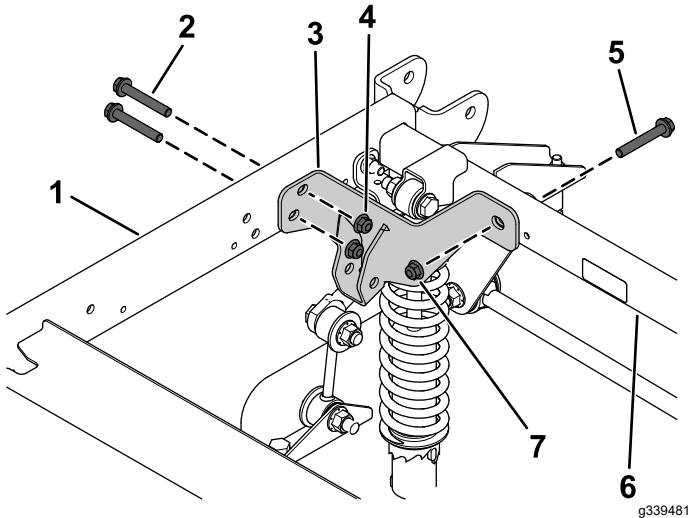

Figure 7
- Fixez le support de levage aux tubes de cadre arrière et droit à l'aide du boulon à embase et du contre-écrou retirés précédemment, ainsi que de 2 boulons à embase ($\frac{3}{8}$ x $2\frac{1}{2}$ po) et 2 contre-écrous ($\frac{3}{8}$ po) neufs, comme montré à la Figure 7.